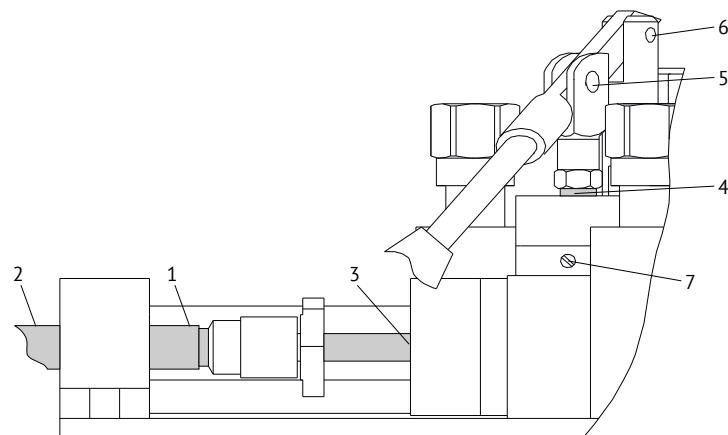

Рис. 4. Подготовка к работе
6.6 Открутите винт 7 (Рис. 4) на $\frac{1}{2}$ оборота. Плавно качайте ручным насосом до тех пор пока из под резьбы винта 7 не перестанет выходить воздух. Закрутите винт 7 с небольшим усилием.
8.2 При ежедневном техническом обслуживании производят внешний осмотр, очищают от загрязнений и пыли сухой чистой ветошью. Проверяют наличие рабочей жидкости на поверхности штоков 3 и 4 (Рис. 4), смазки на поверхности винта 1 и 2, на осях вращения 5, 6 (Рис. 4). При её отсутствие или недостаточном количестве произвести смазывание поверхности винта 1 и 2, оси 5 и 6 консистентной смазкой ЛИТОЛ – 24 ГОСТ 21150-87, а поверхности штоков 3 и 4 рабочей жидкостью.